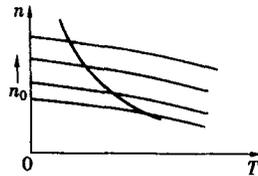

图 1-1-3 恒功率
(2) 在 $f > 50\text{Hz}$ 时， U_1/f 下降，由于 U_1 不能高于电动机的额定电压，这样 f 的增加， U_1 不变，则 Φ_1 变小，电磁转矩亦变小，但 f 上升，电动机转速 n 增加。若角速度 $\omega = 2\pi f$ ，则电动机的功率 $P = T\omega$ ，即 $T = P/\omega$ 。所以 ω 上升时， T 下降，从而使功率 P 不变，这种升频定压调速称为恒功率调速。恒功率调速的机械特性如图 1-1-3 所示。
(3) 在低频段，即 $f < 20\text{Hz}$ 时，定子绕组电阻引起的压降不可忽视，表现为输出转矩减小。为此一般变频器都要在低频区进行电压补偿，避免电动机输出转矩下降。